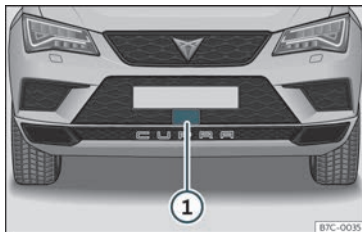

Fig. 217 En el para-xocs davanter: sensor de radar.
Amb el vehicle aturat, apagueu el motor i torneu a posar-lo en marxa. Feu una comprovació visual del sensor de radar » **fig. 217**. Si segueix sense estar disponible, aneu a un taller especialitzat perquè revisin el sistema.
Al para-xocs davanter hi va muntat un sensor de radar per captar la situació del trànsit >>> **fig. 217 ①**.
de forta boira o brutícia. Netegeu el sensor » » » **fig. 217**.